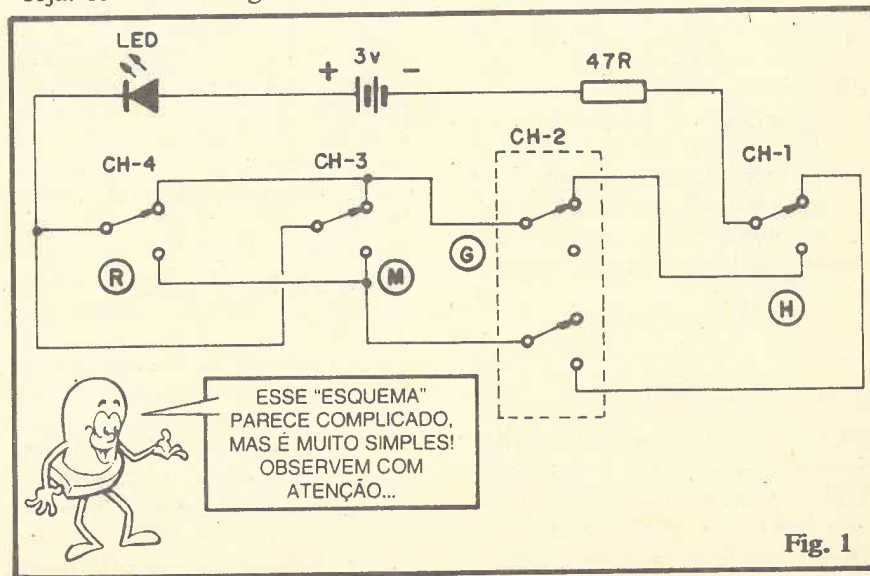

Fig. 1
- FIG. 1 - Esquema do circuito do